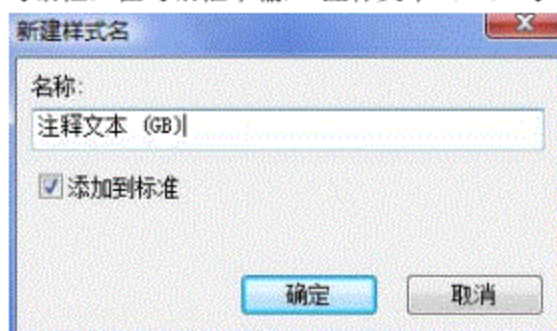

图5-4 “新建样式名”对话框
3) 展开对话框浏览器中的“文本”项目，在“注释文本 (ISO)”上单击鼠标右键，点击新建样式，弹出“新建样式名”对话框，在对话框中输入“注释文本 (GB)”字样，如图5-4所示。